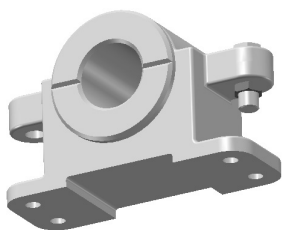
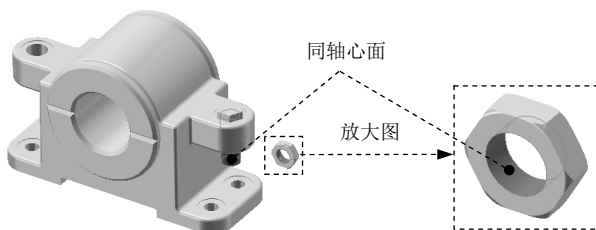

图 7.11.19 添加螺母零件
图 7.11.20 选取同轴心面
④ 单击“配合”对话框的 **✓** 按钮，完成零件的定位。
Step9. 添加如图 7.11.19 所示的螺母并定位。
(1) 引入零件。
① 选择命令。选择下拉菜单 **插入(I)** → **零部件(P)** → **现有零件/装配体(E)...** 命令，在系统弹出的“打开”对话框中选取 nut.SLDPRT，单击 **打开** 按钮。
② 将零件放置于图 7.11.20 所示的位置。
(2) 添加配合，使零件定位。
① 选择下拉菜单 **插入(I)** → **配合(M)...** 命令，系统弹出“配合”对话框。
② 添加“同轴心”配合。选取如图 7.11.20 所示的两个面为同轴心面。